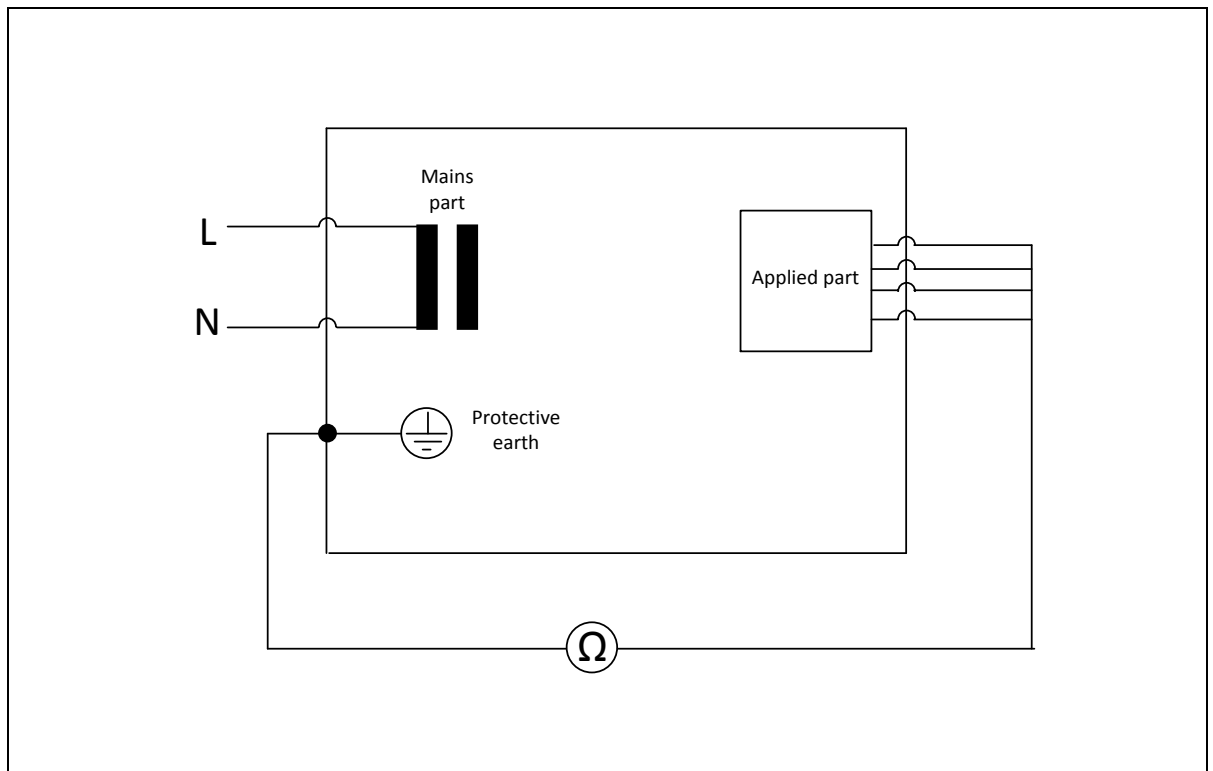

Figure 15 : Schéma de mesure de la résistance d'isolement entre les pièces appliquées et la terre de protection
- la terre de protection et la pièce appliquée de type F (le cas échéant) (Figure 15)